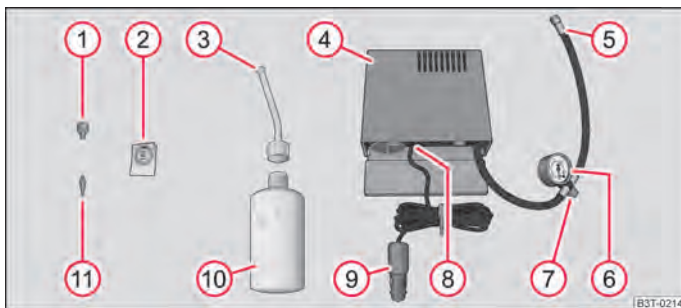

Fig. 192 Componentes del juego de reparación para neumáticos
- Pegue la etiqueta adhesiva ② → fig. 192 sobre el cuadro de mandos en el campo visual del conductor.
- Con la ayuda del extractor de válvulas ①, desenrosque el vástago de la válvula y colóquelo sobre una base limpia.
- Agite la botella de inflado de neumáticos ⑩ ⇒ fig. 192 fuertemente varias veces.
- Fijar el tubo flexible de inflado ③ en la botella de inflado de neumáticos ⑩, enroscándolo en el sentido de las agujas del reloj. La lámina en el cierre se perforará automáticamente.
- Retirar el tapón de cierre del tubo flexible de inflado ③ e insertar el extremo abierto completamente en la válvula del neumático.
- Mantener la botella ⑩ boca abajo y llenar el neumático con todo el agente sellante de la botella de inflado de neumáticos.
- Enroscar nuevamente el vástago de la válvula en la válvula del neumático, utilizando el extractor de válvulas ①.
- Enroscar el tubo flexible ⑤ ⇒ fig. 192 del compresor de aire fijamente en la válvula del neumático.
- Asegúrese de que el tornillo de purga ⑦ esté cerrado.
- Conecte el conector ⑨ al enchufe de 12 V ⇒ página 94.
- Conecte el compresor de aire a través del interruptor de conexión y desconexión ⑧.
- Cuando no se pueda alcanzar una presión de aire de 2,0 - 2,5 bar, desenroscar el tubo flexible ⑤ de la válvula del neumático.
- Enroscar nuevamente el tubo flexible del compresor de aire ⑤ en la válvula del neumático y repetir el proceso de inflado.